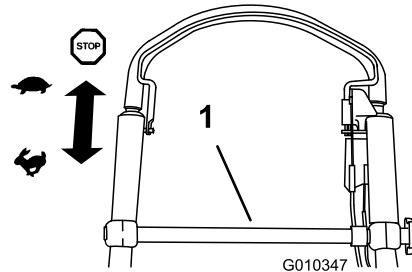

Figura 22
Para activar el sistema de autopropulsión, simplemente camine con las manos sobre el manillar superior y los codos junto al cuerpo, y el cortacésped mantendrá automáticamente su misma velocidad (Figura 22).
**Nota:** Si al ir hacia atrás después de usar la autopropulsión el cortacésped no rueda libremente hacia atrás, empuje el cortacésped hacia adelante unos 2,5–5 cm (1–2 pulg.) sin engranar la autopropulsión (Figura 22), y luego tire del cortacésped hacia atrás.